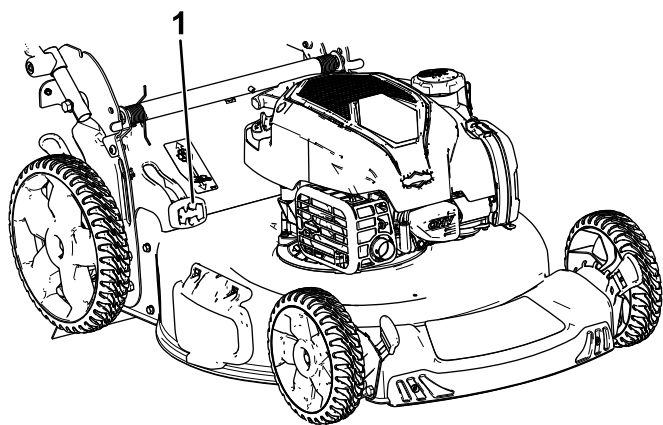

Figura 16
- **Per insaccare erba e sfalcio**, premete il pulsante sulla leva Bag-on-demand e spostatela in avanti fino a quando il pulsante sulla leva non si solleva di scatto (Figura 16).